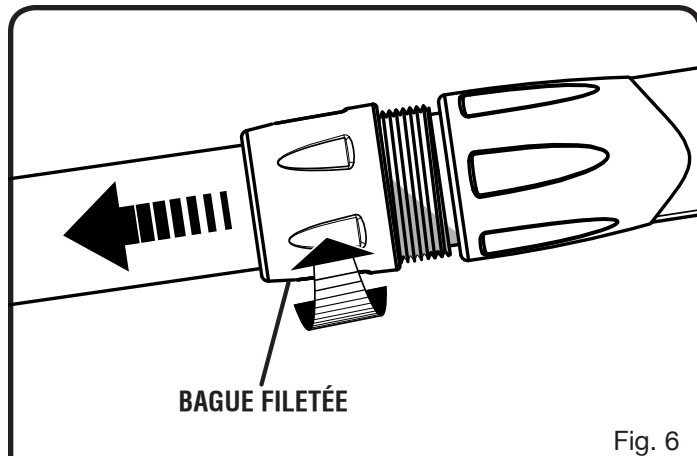

Fig. 6
- L'arbre télescopique et la tête du taille-haies ne sont pas assemblés. Les retirer de l'emballage et allonger l'arbre télescopique à sa longueur d'utilisation maximale, tel qu'illustré à la Figure 6 de la section Utilisation de ce manuel.
Voir la figure 6.